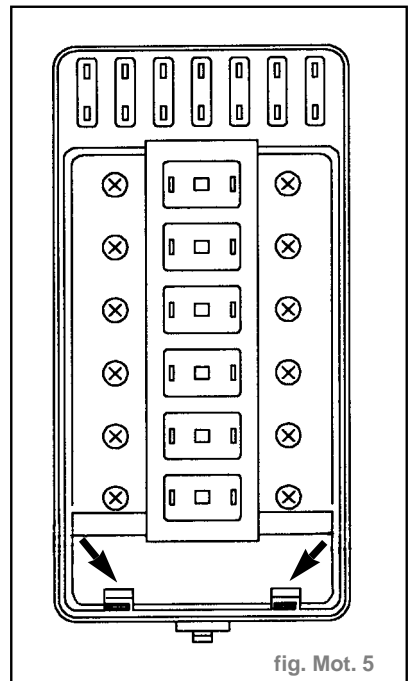

fig. Mot. 5
- Dégager les 2 attaches et déposer le couvercle intérieur de boîte à fusibles (fig. Mot. 5).